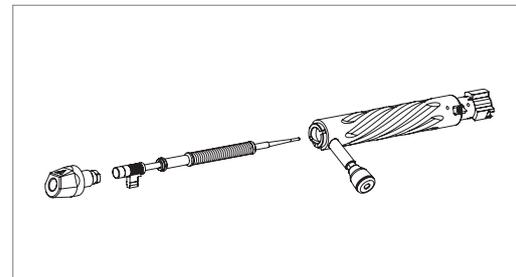

РИС.37
- ▲ После выхода муфты из байонетного соединения боевая пружина вытолкнет её, затем можно извлечь ударник (РИС.37).